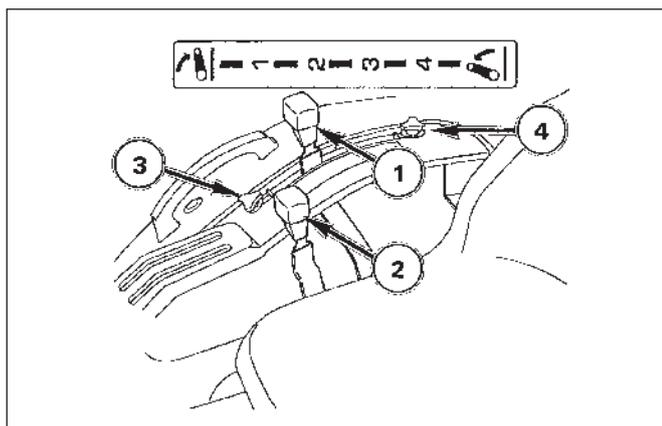

FIG. 4-33
**FIG. 4-33:** Le levier de commande de position, 1, règle la hauteur du crochet d'attelage à trois points à l'arrière du tracteur. Le levier sert à régler la hauteur du crochet d'attelage. La position la plus haute est obtenue avec le levier complètement vers l'arrière et la position la plus basse avec le levier complètement vers l'avant.